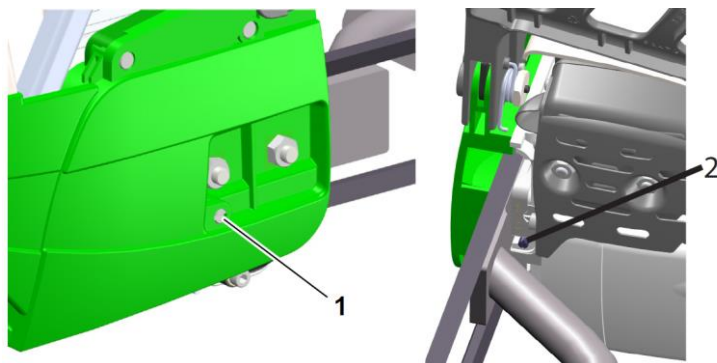

Bild 6: Kilremsspännskruv
- > Spänn kilremmen genom att vrida kilremsspännskruven (2) medurs (se bild 6).